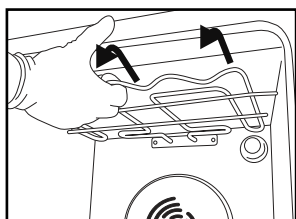
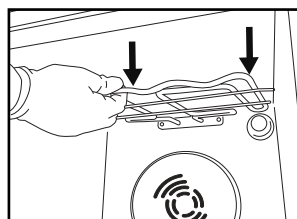

Fig. 3
Fig. 4
2. Dra ut värmeelementet något (fig. 3) och sänk det (fig. 4).